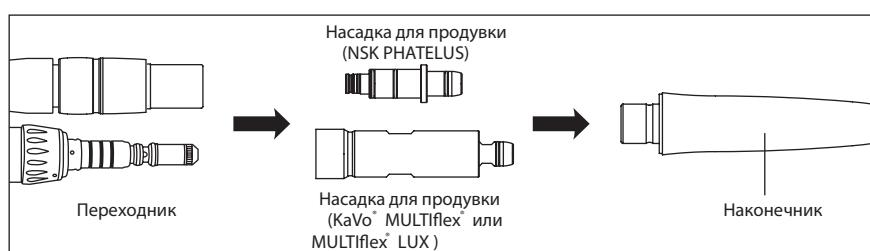

Рис. 8
- 4) Установите прилагающуюся насадку для обдува на переходник и подсоедините к наконечнику. Дайте устройству поработать вхолостую, без воды в течение более 5 сек., для очистки линий. (Рис. 8)